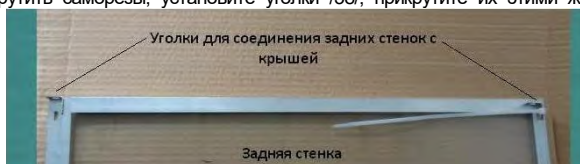

Рис. 11
Просверлите отверстия на крышу вентиляционные решетки /3/. Установите крышу на каркас душевой кабины. На верхних профилях задних стенок и соедините каркас душевой кабины с поддоном саморезами 4*15 /36/ (рис.11), При желании нанесите на места соединений санитарный герметик.
3.5. Установка крыши (рис.11).